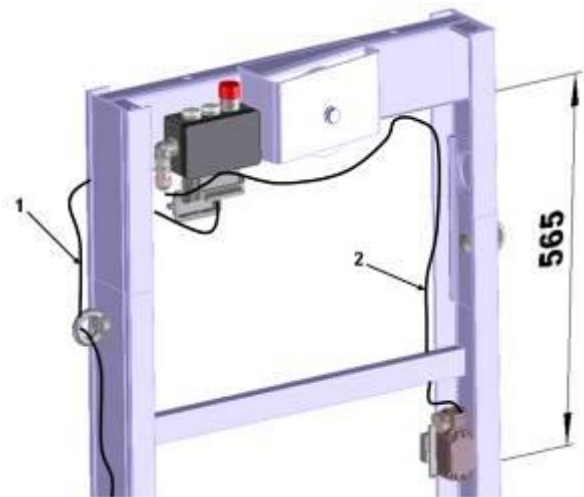

Abb. 4-11
1. Schrauben Sie die Endschalterhalterung mit dem bereits montierten Endschalter und dem Endschalterkabel (2) auf die erste Schiene unter dem Kopfstück.
2. Beachten Sie hierbei die Maßangabe aus der Abb. 4-11.